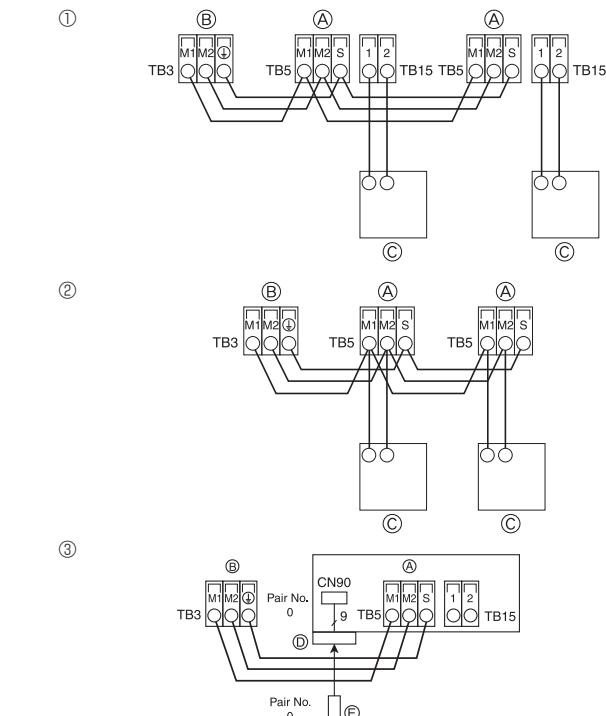
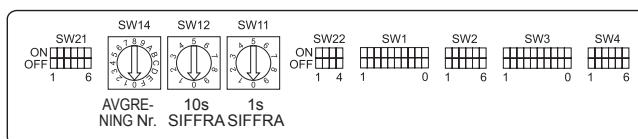

Fig. 4-8
Fig. 4-9
4.4 Ansluta fjärrkontroll samt överföringskablar mellan inomhusenhets och utomhusenhets (Fig. 4-8)
- ① MA fjärrkontroll**
- ② M-NET fjärrkontroll**
- ③ Trådlös fjärrkontroll** (När en trådlös signalmottagare installeras)
- (A) Kopplingsplint för överföringskabel inomhus
- (B) Kopplingsplint för överföringskabel utomhus (M1(A), M2(B), (S)(S))
- (C) Fjärrkontroll
- (D) Trådlös signalmottagare
- (E) Trådlös fjärrkontroll
4.5. Inställningsadresser (Fig. 4-9)